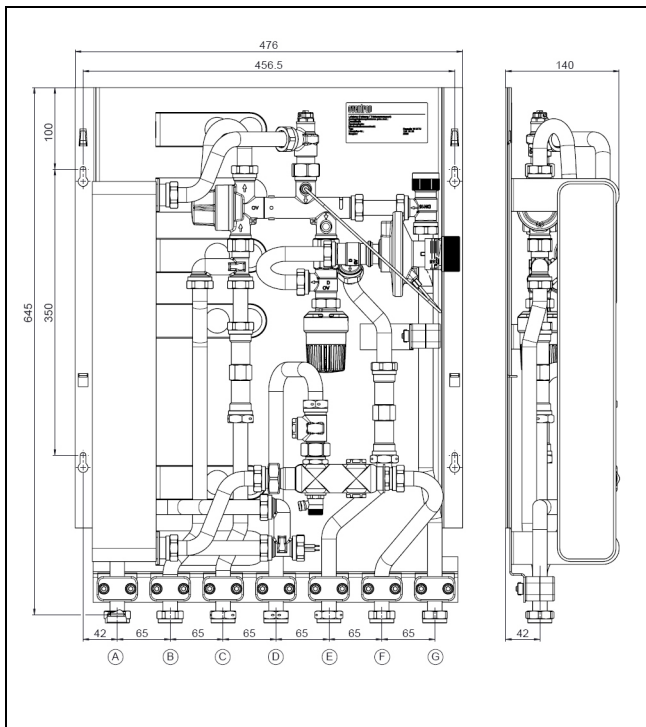

Рис. 2 Размеры
- Просверлить отверстия по крепеж в соответствии с размерным чертежом (рис. 2).